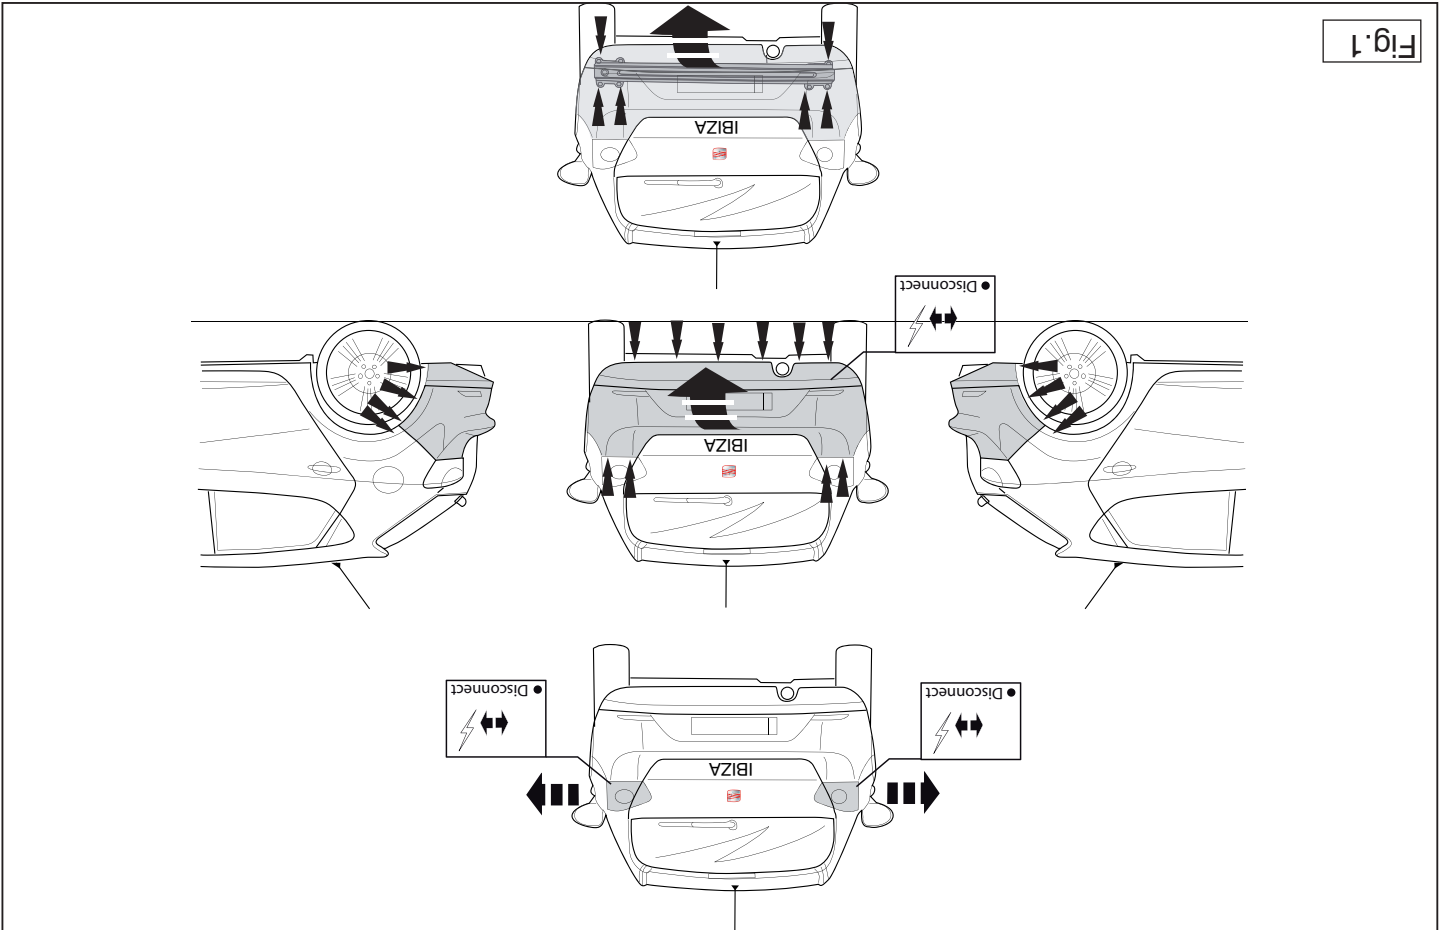

Fig.1
1. Demonteer de bumper inclusief de stalen stootbalk van het voertuig, de stootbalk wordt niet meer gebruikt. Herplaats de moeren (zie fig. 1).
2. Remove the bumper and the steel buffer beam from the vehicle. The buffer beam will no longer be needed. Replace the nuts (see fig. 1).
2. Die Stoßstange einschließlich des stählernen Stoßbalkens vom Fahrzeug abmontieren. Der Stoßbalken wird nicht mehr benötigt. Die Muttern montieren (siehe Fig. 1).
2. Demontera stötfångaren inklusive stötranden av stål från fordonet, stötranden för faller. Sätt tillbaka skruvar (se fig. 1).
2. Déposer le pare-chocs du véhicule y compris la traverse en acier la traverse ne sera plus utilisée. Remettez les boulons de fixations en place (voir la fig. 1).
2. Demonter kofangeren, inklusive køretøjets stålstødbjælke. Denne bliver overflødig. Sæt bolte på plads igen (jævnfør fig. 1).
2. Desmontar el parachoques inclusive el tope de acero del vehículo, el tope no se vuelve a utilizar. Volver a colocar tornillos (véase la fig. 1).
**2. Снять бампер вместе со стальным брызговиком автомобиля брызговики брызговики брызговики. Поставить гайки на место (См. рисунок 1).**
**2. Smontare il paraurti e la barra dacciato dal veicolo la barra in acciaio non dovrà più essere montata. Rimontare bulloni (vedi fig. 1).**